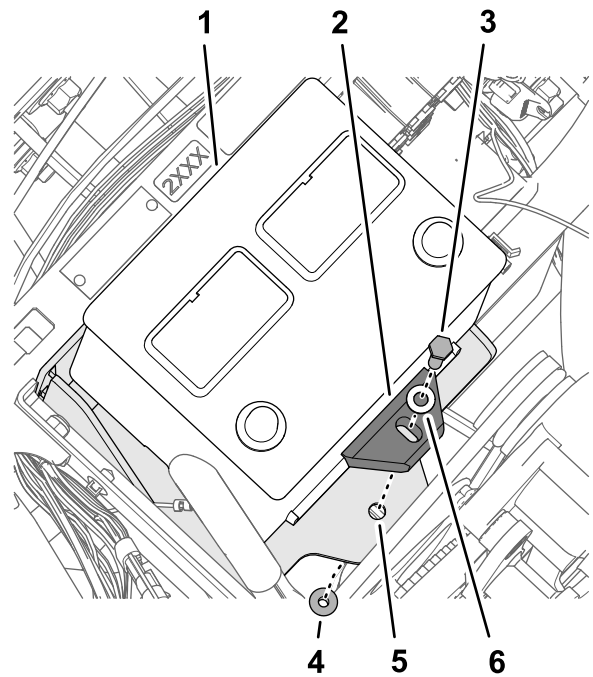

Figura 177
5. Prenda a bateria no suporte da bateria com o parafuso (5/16 pol. x 1¼ pol.), anilha (5/16 pol.), retentor da bateria e porca de bloqueio flangeada (5/16 pol.) como se mostra na Figura 177.